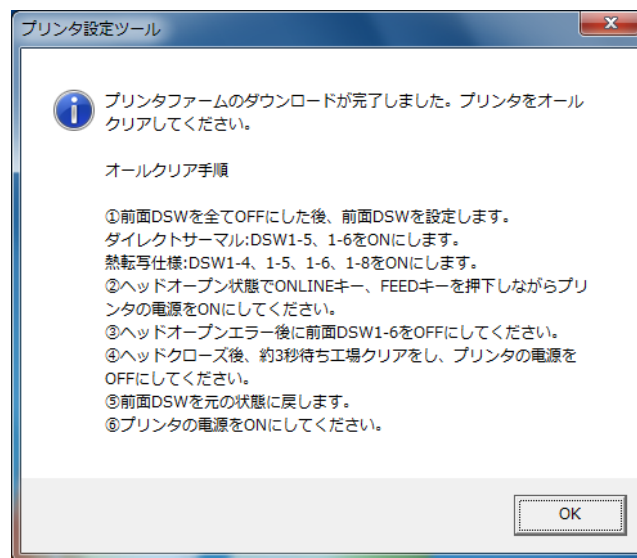

図 3.8.6 ダウンロード完了画面
- (5) すべてのファームウェアファイルのダウンロードが完了すると図 3.8.6 が表示されます。メッセージに従い、プリンタを初期化してください。